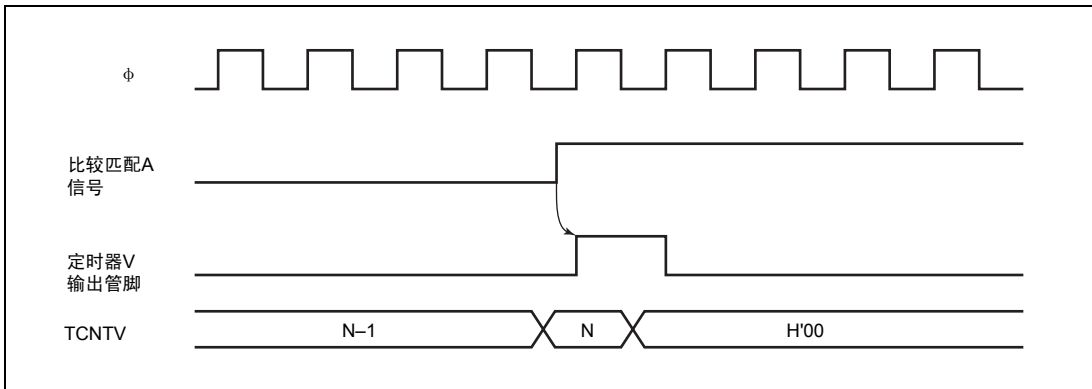

图 11.8 通过 TMRIV 输入进行的清除时序
6. 如果TCRV0的CCLR1和CCLR0是11，就用TMRIV管脚输入的上升沿来清除TCNTV。TMRIV输入的脉冲宽度需要1.5个以上的系统时钟。清除时序如图11.8所示。